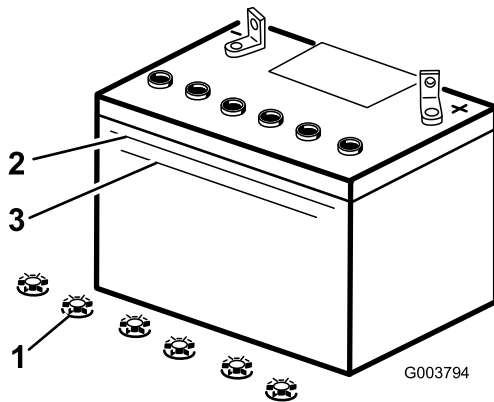

Figure 29
Remarque: Le niveau de l'électrolyte doit atteindre le trait supérieur (Figure 29). Le niveau d'électrolyte ne doit pas descendre au-dessous du trait inférieur (Figure 29).
3. Enlevez les bouchons de remplissage de la batterie (Figure 29).
4. Versez de l'eau distillée avec précaution dans chaque élément jusqu'au repère supérieur (Figure 29) sur le côté de la batterie.
Remarque: Au besoin, ajoutez de l'eau distillée pour amener le niveau jusqu'au repère supérieur sur le côté de la batterie (Figure 29).